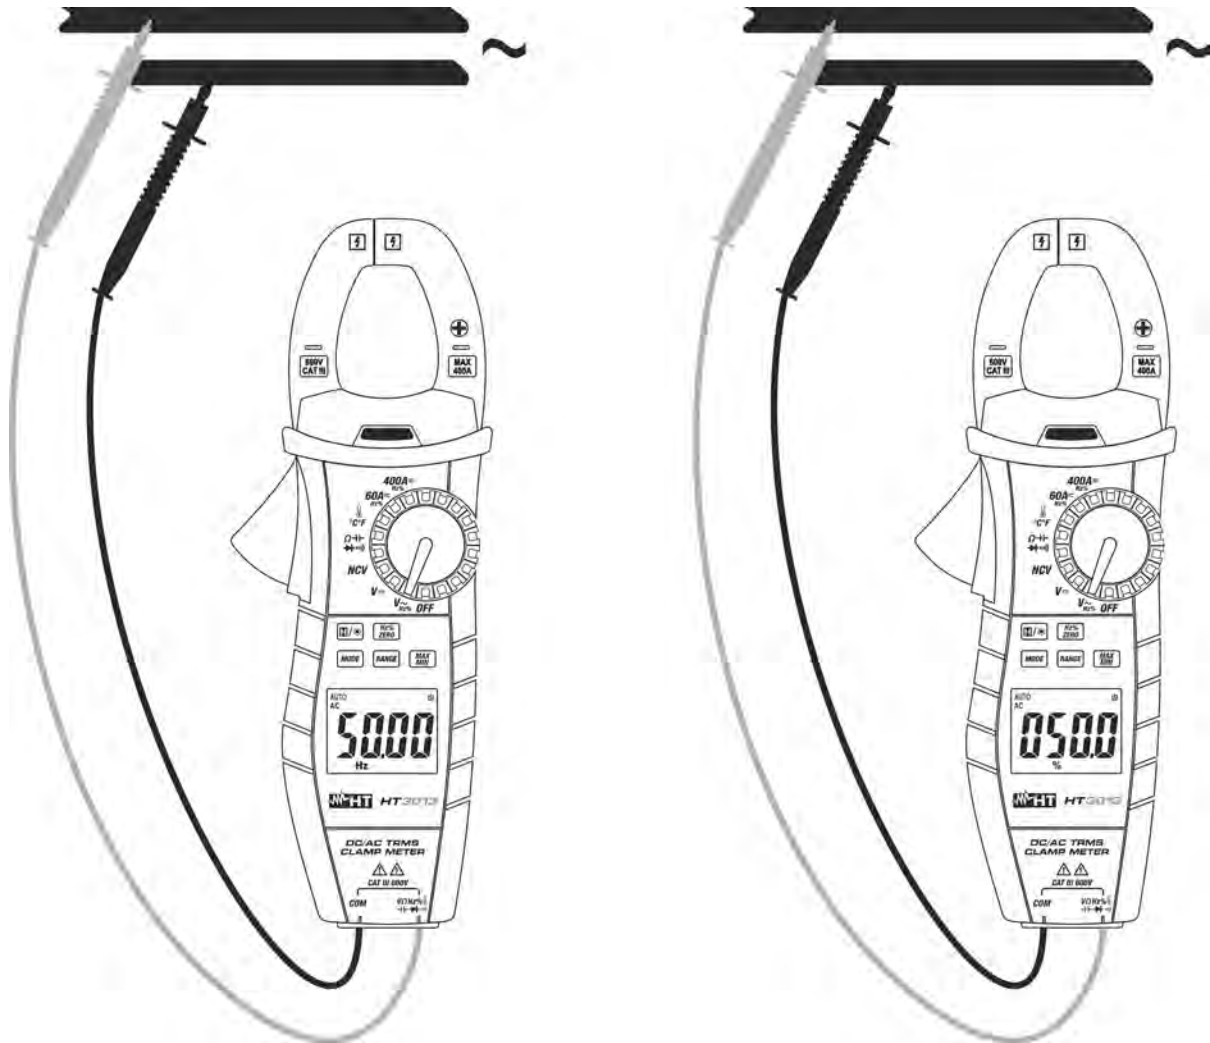

Fig. 6: Uso dello strumento per misure di Frequenza e Duty Cycle
4. Posizionare i puntali nei punti desiderati del circuito in esame (vedere Fig. 6). Il valore della frequenza (Hz) o del duty cycle (%) è mostrato a display